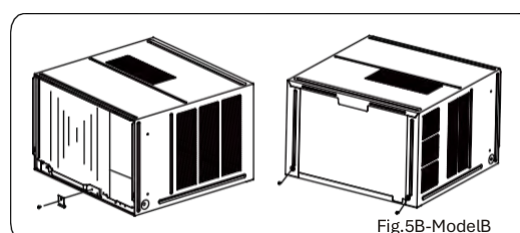

Fig.5B-ModelB
1. Retirer une vis fixant le support de fixation du châssis, puis démontez le support de fixation du châssis. Retirez les deux vis situées à l'arrière de l'armoire, comme indiqué sur la figure 5B.